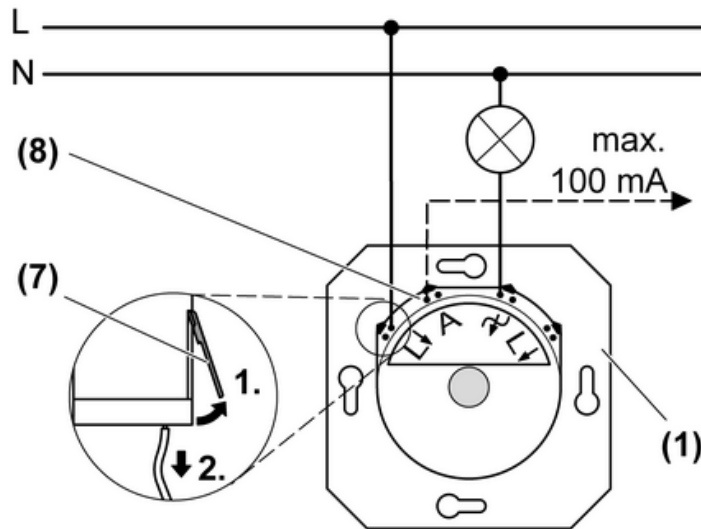

Bild 2: Anschlussplan
- (1) Dimmer
- (7) Anschlussleitung aus Steckklemme lösen
- (8) Steuerausgang A
- Dimmer gemäß Anschlussplan anschließen (Bild 2).